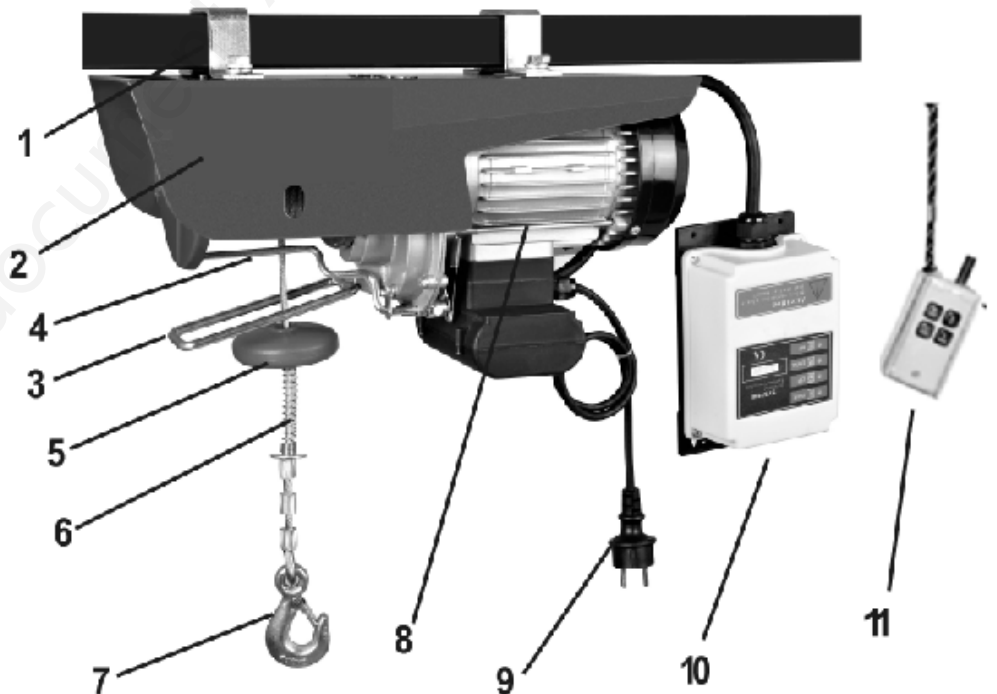

Fig. 1
- Le treuil est commandé à partir du boîtier de commande (fig. 1, 10). Si le bouton est poussé vers le haut, la charge est soulevée. Si le bouton est poussé vers le bas, la charge est abaissée. Ne passez jamais directement d'une position à l'autre. Arrêtez toujours le treuil avant de changer de direction.
- En cas d'urgence, ou pour empêcher un redémarrage, appuyez sur le bouton d'arrêt d'urgence (fig. 1, 9) pour stopper immédiatement le treuil. Pour que le treuil soit à nouveau opérationnel, tournez le bouton d'arrêt d'urgence vers la droite, ce qui va déverrouiller la clé rouge.